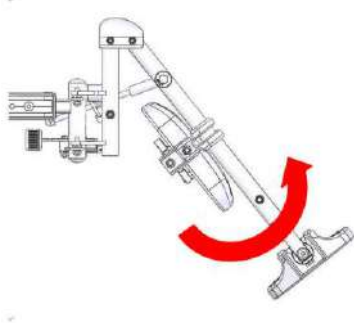

Figura 5-18
- Levante el reposapiés hasta un ángulo que se acomode la pierna del usuario. (Figura 5-18).